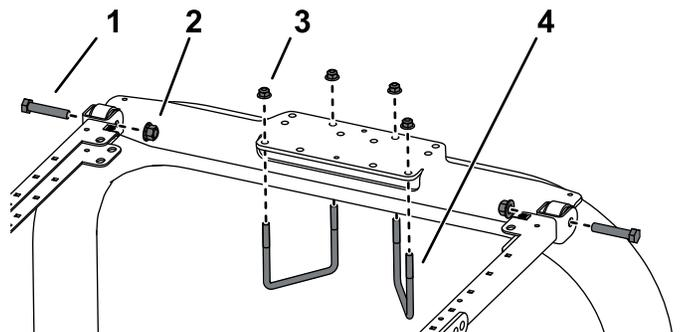

Figura 3
1. Posizionate la staffa di montaggio del ROPS sulla parte superiore del roll bar del trattorino (Figura 3).
2. Montate il gruppo del telaio sulla staffa di montaggio del ROPS (Figura 3).
3. Utilizzando i fori di montaggio illustrati nella Figura 3, montate la staffa di montaggio del ROPS sulla parte superiore del roll bar con 2 bulloni a U ( $4\frac{7}{8}$ " x 4") e 4 dadi flangiati.